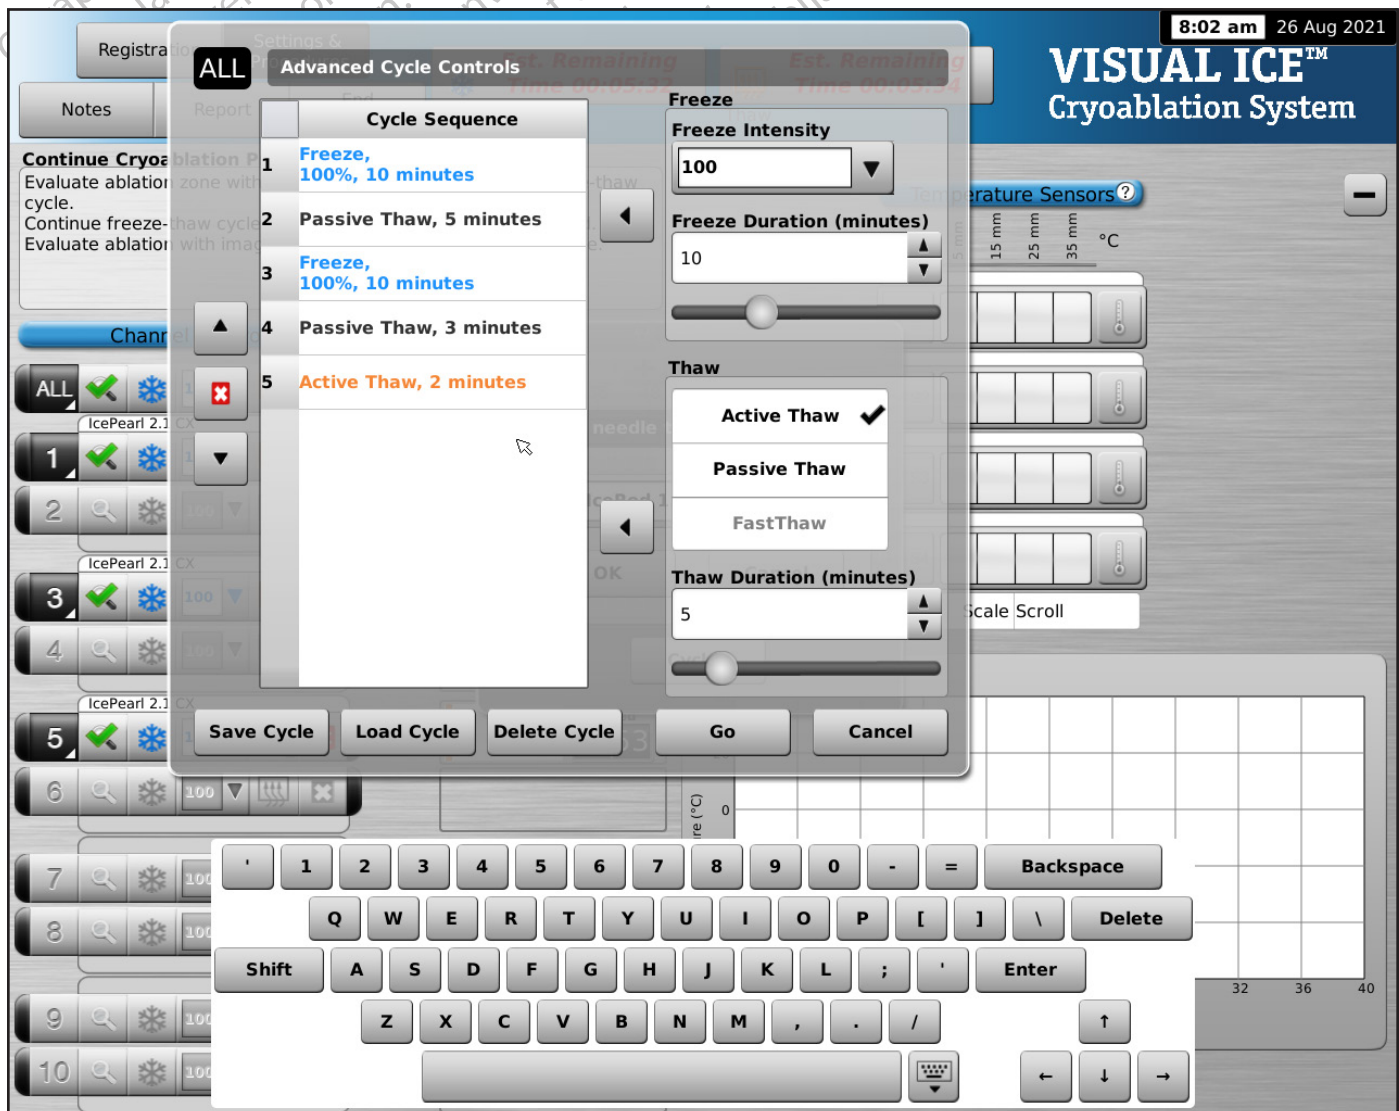

Bildschirm 41. Verbundene Kanäle
2. Um zwei Kanäle zum gleichzeitigen Ansteuern miteinander zu verbinden, **Link** (Verbinden) antippen. Wenn zwei Kanäle verbunden sind, werden auf der Schaltfläche **Channel** (Kanal) beide Kanäle angezeigt (Bildschirm 41).